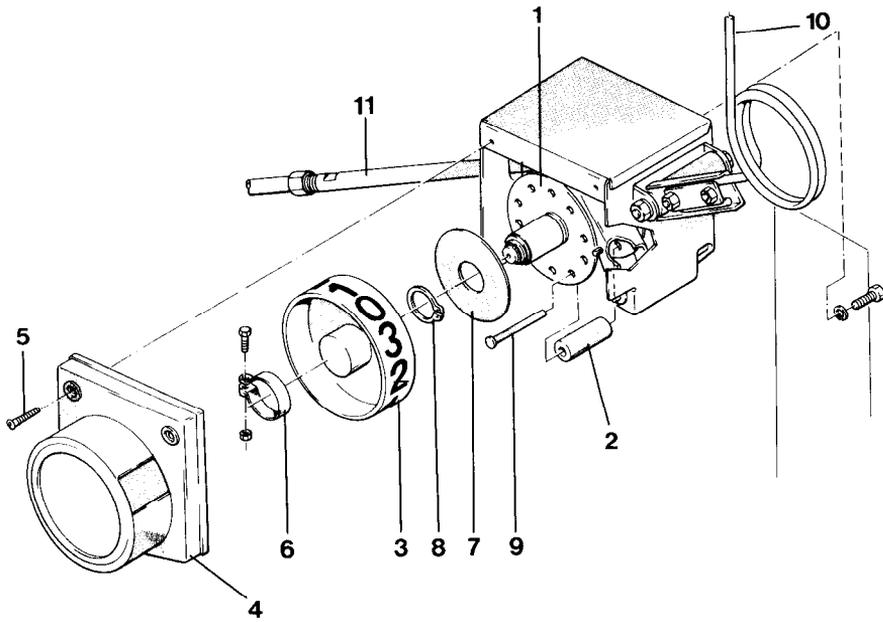

Fig. 78
Das Teilungsrad (Fig. 78/1) ist für den 2-, 3-, 4- und 6-fachen Wechsel gleich. Soll die Wechselfolge geändert werden, brauchen lediglich die Schaltrollen (Fig. 78/2) am Teilungsrad (Fig. 78/1) umgesteckt bzw. ergänzt werden.
Für den 5-, 7-, 8- und 9-fachen Wechsel ist beim Umbau das vorhandene Teilungsrad (Fig. 78/1) gegen ein für die erforderliche Schaltung entsprechendes Teilungsrad auszutauschen.
Bei jedem Wechsel auf eine andere Schaltung ist grundsätzlich auch der richtige Kontrollstreifen auf dem Anzeigerad (Fig. 78/3) anzubringen.
Es sind lediglich die Schaltrollen (Fig. 78/2) umzustecken bzw. zu ergänzen. Dies ist auch bei angebautem Schaltkasten an der Sämaschine möglich.
- Schutzdeckel (Fig. 78/4) nach dem Lösen der zwei Blechschrauben (Fig. 78/5) abnehmen.
- Schelle (Fig. 78/6) lösen und mit dem Anzeigerad abziehen.
- Die Sicherungsscheibe (Fig. 78/7) ist nach dem Entfernen des Sicherungsringes  $24 \times 1,2$  (Fig. 78/8) abzunehmen.
- Die freiliegenden Schaltrollen (Fig. 78/2) lassen sich nun anhand der Fig. 79 umrüsten, nachdem die Bolzen (Fig. 78/9) herausgezogen sind.
- Sicherungsscheibe (Fig. 78/7) und Sicherungsring (Fig. 78/8) montieren.
- Anzeigerad (Fig. 78/3) mit neuem Kontrollstreifen (Fig. 80) versehen und auf dem Teilungsrad mit Hilfe der Schelle (Fig. 78/6) befestigen.